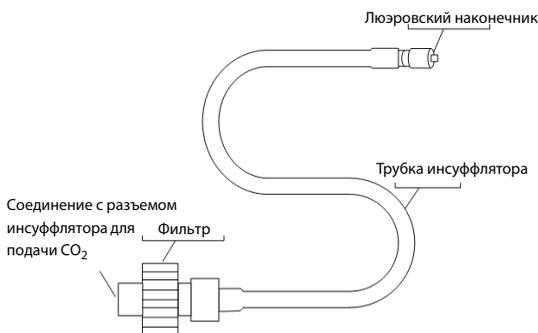

Рис. 4-8 Установленный фитинг трубки инсuffлятора (с использованием фильтра)
2. Установите фильтр между трубкой инсuffлятора и разъемом инсuffлятора для подачи CO₂. См. Рис. 4-8.